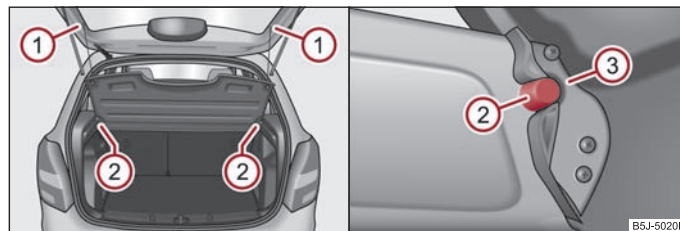

Fig. 59 Dépose / Pose de la tablette du coffre à bagages
- Décrochez les sangles ① ⇒ fig. 59.
- Enlevez la tablette du coffre à bagages en frappant de façon modérée sous le cache entre les supports pour la sortir des supports ②.
- Pour la repose, mettez la tablette sur les surfaces d'appui du revêtement latéral et mettez les appuis de la tablette ③ sur les supports ② du revêtement latéral.
- Accrochez les sangles ① du capot de coffre à bagages.